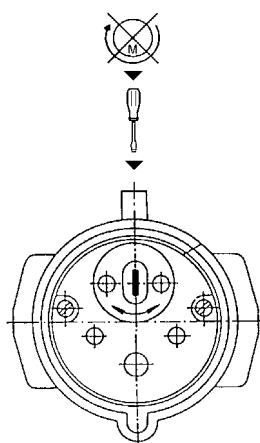

Bild 11
- I detta fall ändrar man fasvändaren i CEE-stickkontakten med lämplig skruvmejsel genom att trycka och vrida 180° (Bild 11).